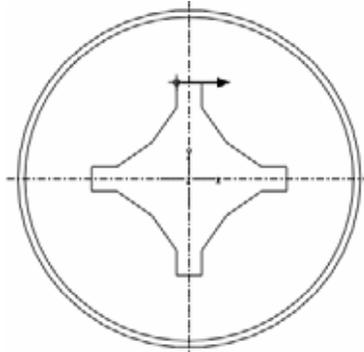

图 33-9
(8) 绘制水平、竖直中心线，然后镜像复制绘制的图素，结果应如图 33-9 所示。